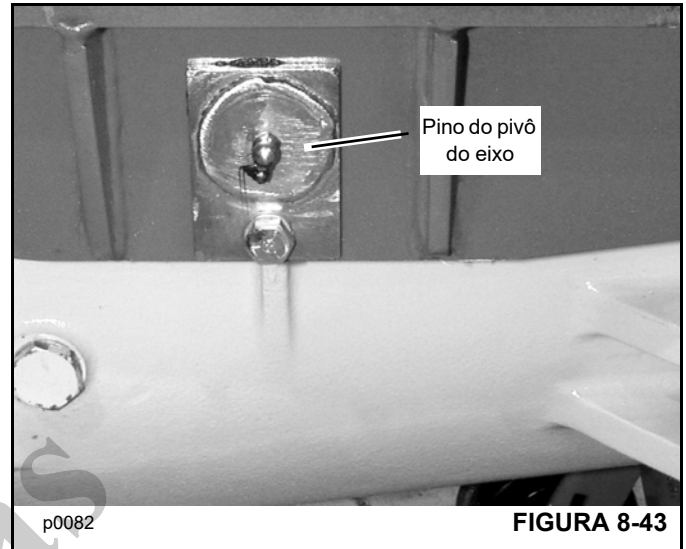

FIGURA 8-43
6. Remova o parafuso e a arruela de pressão, Figura 8-43 que fixam o pino do pivô do eixo. Remova o pino do pivô do eixo.